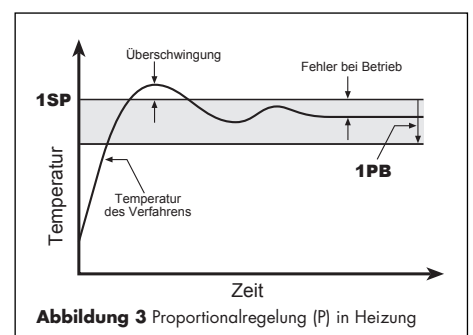

Abbildung 3 Proportionalregelung (P) in Heizung
4.3. PID-REGELUNG. Im PID-Modus ist der Ausgang für einen Bruchteil der Zykluszeit **1CT** auf EIN. Die Zykluszeit bestimmt das zeitliche Verhalten des zu steuernden Systems und beeinflusst die Regelgenauigkeit: je höher die Reaktionsgeschwindigkeit des Systems ist, desto geringer muss die Zykluszeit sein, um eine größere Stabilität der Temperatur und eine geringere Empfindlichkeit gegenüber Lastschwankungen zu erhalten. Für den Heizbetrieb des Kanals 1 (siehe Abbildung 3) muss **1PB** ein negativer Wert zugewiesen werden, für den Kühlbetrieb ein positiver Wert. Mit **1PB=0** wird der Ausgang permanent ausgeschlossen.